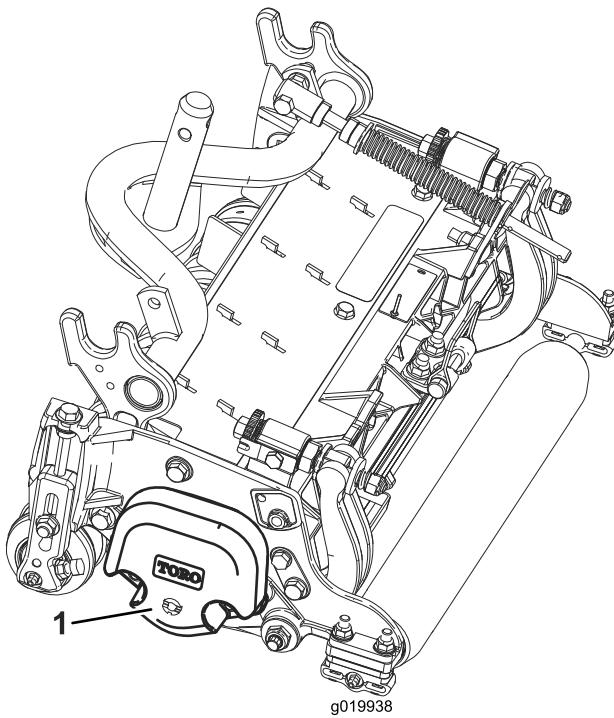

Bild 3
4. Stellen Sie sicher, dass das Gegengewicht (Bild 3) am richtigen Ende des Mähwerks montiert ist, wie in der Bedienungsanleitung des Mähwerks beschrieben.